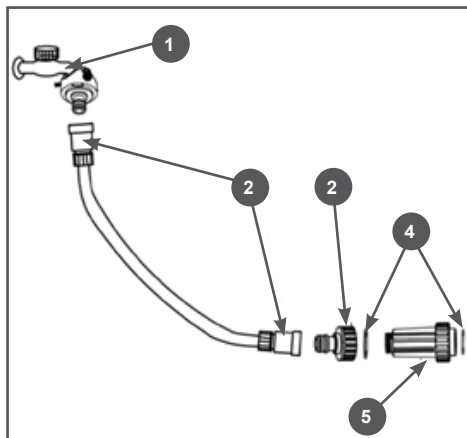

Рис.8 Подключение аппарата к водопроводу
1. Подсоедините к водопроводному крану шланг подачи воды (в комплект не входит) (Рис. 8).
Если фильтр тонкой очистки (размер ячеек ≤ 100 мкм) уже установлен в системе очистки водопроводной воды, то установка фильтра 5 (Рис. 8) не требуется.